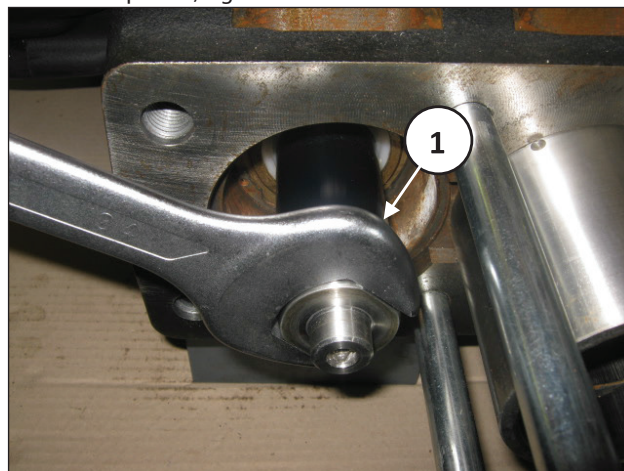

Fig. 128
Desmontar la cabeza y liberar los distanciadores como se indica en la pos. ①, Fig. 128.